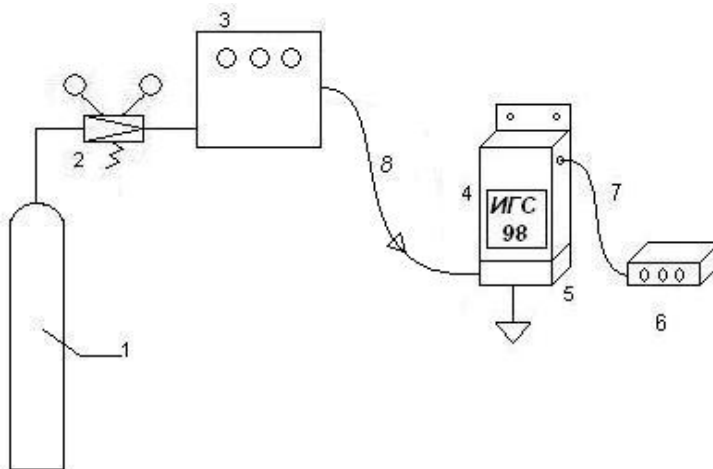

рис. 2. Схема газовая принципиальная установки для проверки ГС серии ИГС-98 от генератора газа.
3.8.1. Проверка ГС на чувствительность к таким газам как H_2S , SO_2 , HCl , Cl_2 , формальдегид, NH_3 , NO_2 производится с использованием диффузионных газодинамических установок типа «Микрогаз-Ф». Принцип работы этого генератора газовых смесей основан на введении в газовый тракт генератора источника микропотока (ИМП), представляющего собой фторопластовую ампулу с жидким веществом. Концентрация газа на выходе генератора определяется производимостью ИМП за счет диффузии вещества через стенки фторопластовой ампулы (берется из паспорта на ИМП) и расходом газа-разбавителя. Для работы собирают установку по схеме на рис. 2.